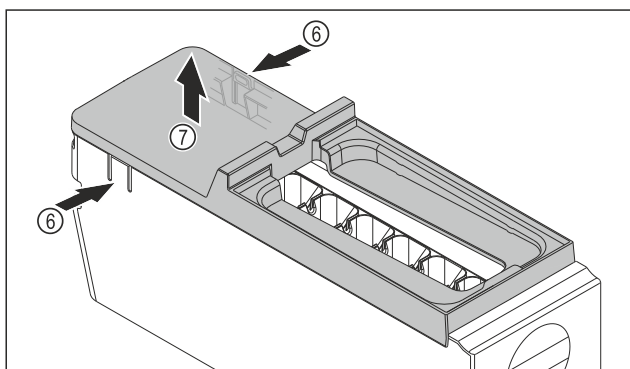

Fig. 107
- ▶ Снимите крышку корпуса EasyTwist-Ice: Надавите рукой на накладку Fig. 107 (6) с обеих сторон корпуса EasyTwist-Ice.
- ▶ Другой рукой снимите крышку Fig. 107 (7) по направлению вверх.